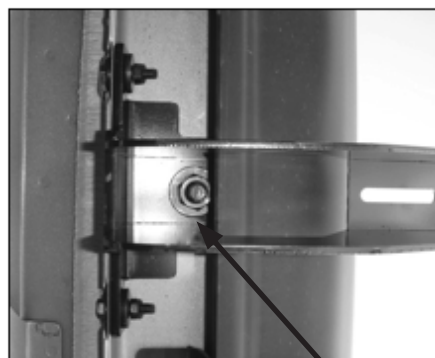

Fig. 6 (1) Tuerca de reborde de 12 mm
Tome (1) soporte de montaje y asegúrelo a la placa de perno con (1) tuerca de reborde dentada de 12 mm. (Fig. 6) No lo ajuste.